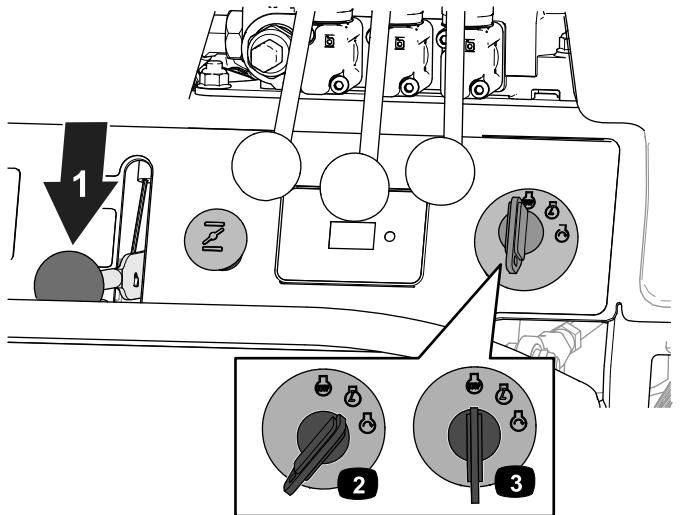

Figura 28
4. Mueva el acelerador a la posición de LENTO (Figura 28).
5. Gire la llave de encendido a la posición de PARADA (Figura 28).